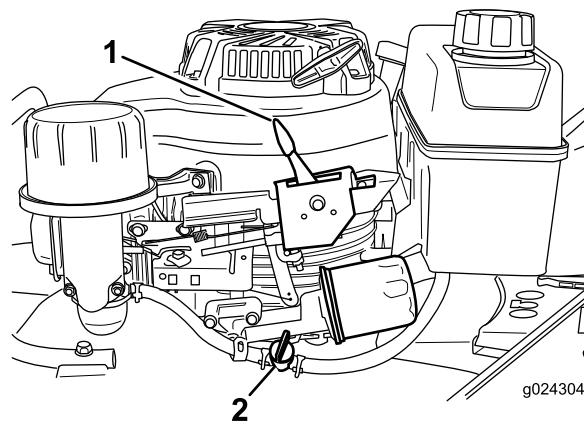

图14
2. 打开燃油阀图14。
3. 将油门控制杆图14移到阻风门位置。
松开刀片控制杆并将油门控制杆图14移至停止位置。
注意 如果您不会很快再次启动发动机请关闭燃油阀图14。